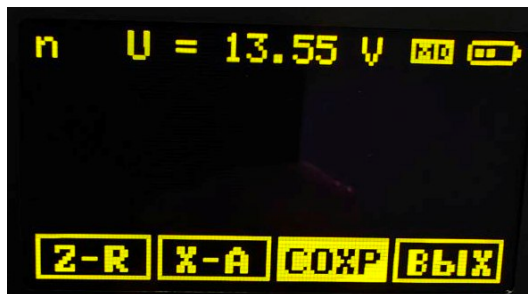

Рисунок 3.14
3.3.10 Для сохранения результатов измерений во встроенной карте памяти анализатора выбрать навигационной кнопкой «→» команду СОХРАНИТЬ в меню (рисунок 3.14) и подтвердить выбор нажатием центральной навигационной кнопки.